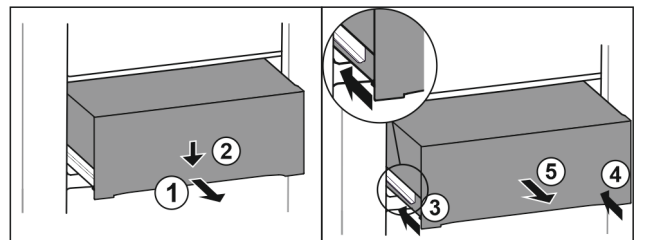

Fig. 119
- ▶ 将抽屉拉出一半。 Fig. 119 (1)
- ▶ 朝下按压正面的抽屉。 Fig. 119 (2)
- ▶ 将左侧轨道推入大约 2 cm。 Fig. 119 (3)
- ▶ 将右侧轨道推入大约 2 cm。 Fig. 119 (4)
- ▶ 朝前取出抽屉。 Fig. 119 (5)